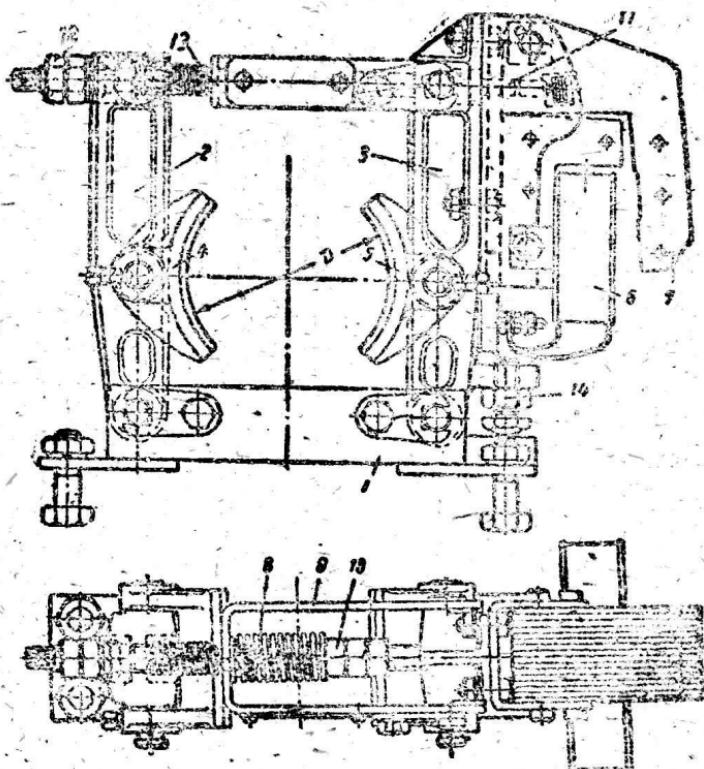

图4 双闸瓦弹簧式电磁制动机
(1) 双闸瓦式弹簧制动器：图4是它的结构图，在支座1上安装有制动杠杆2和3，铸铁闸瓦4和5，是用梢轴连接在制动杠杆2和3上的，闸瓦上钉有铜丝和石棉制成的刹带，制动杆的外侧固定着电磁铁的线圈6吸块7顶在推杆11上，推杆被弹簧8紧压着，V形弯板9固定在制动杠杆3上，并围绕在弹簧8的外边，螺母12和弹簧13是用来调整制动轮和闸瓦之间的间隙用的。